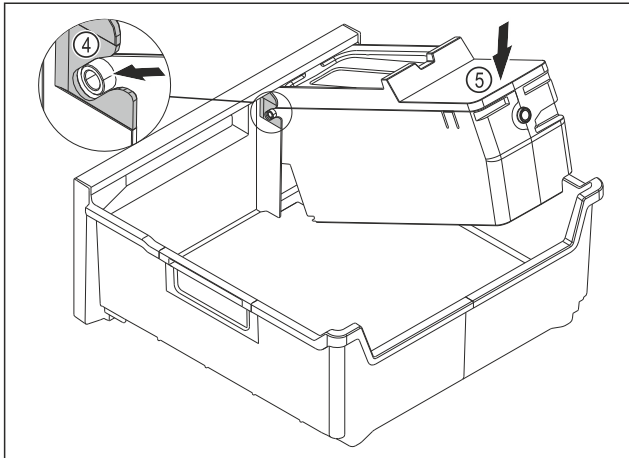

Fig. 109
- ▶ Monter le corps de l'EasyTwist-Ice : Insérer les axes du corps de l'EasyTwist-Ice dans les guides Fig. 109 (4).
- ▶ Appuyer l'arrière du corps de l'EasyTwist-Ice Fig. 109 (5) vers le bas.